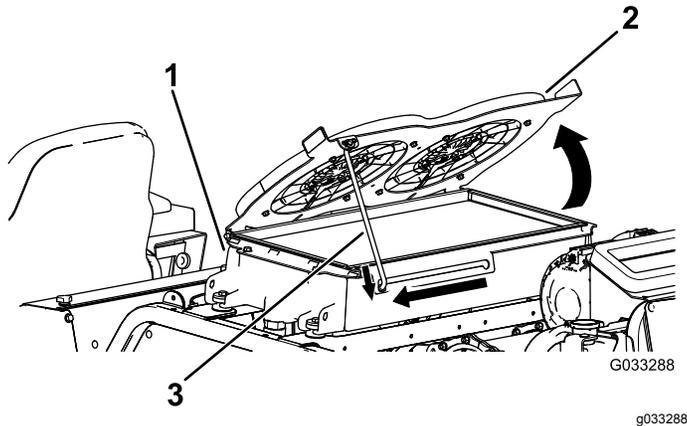

Рисунок 122
2. Поверните вентиляторы охлаждения гидравлической жидкости вверх и зафиксируйте опорную стойку в выемке (Рисунок 122).